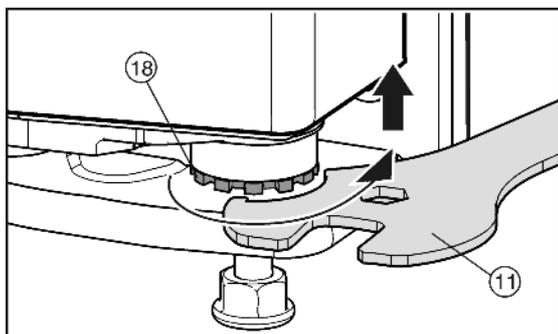

Fig. 13
- u Pour soulever la porte, dévisser le pivot d'arrêt vers la droite Fig. 13 (18) avec la clé à fourche Fig. 13 (11) jointe. A la livraison, le pivot d'arrêt est complètement vissé.